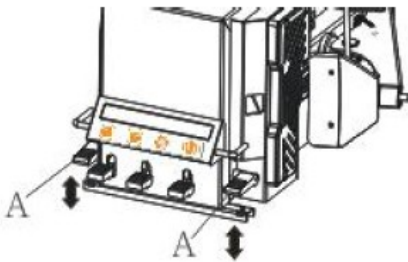

Рис. 19
- Нажмите на педаль вращения стола А (рис. 19), поверните диск по часовой стрелке до тех пор, пока покрывка не сойдёт с диска колеса.
> Если требуется прекратить процесс демонтажа, следует остановить вращение поворотного стола, отпустить педаль (рис. 19), повернуть стол против часовой стрелки.